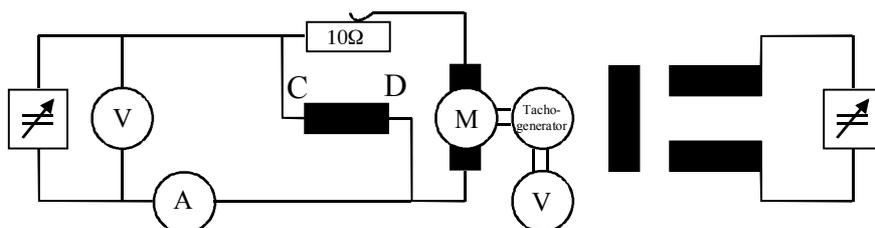

Abb. 4: Der Nebenschlußmotor mit Wirbelstrombremse
- zu 4.: Die Schaltung wird gemäß Abb. 4 abgewandelt. Zunächst wird mit dem Schiebewiderstand eine Drehzahl von 3000 U/min. eingestellt. Mit dem vorderen (der Drehrichtung entgegengesetzten) Laufgewicht von 5 Newton wird nun durch Verschiebung entlang des Meßstabes ein festes Drehmoment eingestellt. Durch Einregelung der Spulenspannung der Wirbelstrombremse wird dieses kompensiert (Achsen stehen wieder waagrecht). Dies führt zu einer Drehzahlverminderung, der Motor ist mit dem definierten Drehmoment belastet. Es wird die Drehzahl in Abhängigkeit von der Belastung aufgenommen.